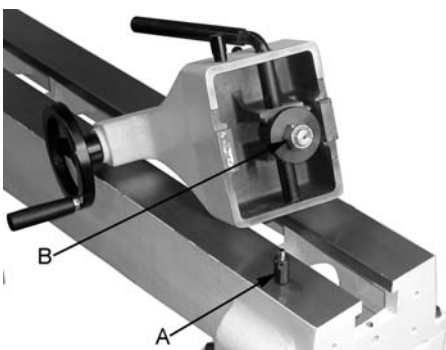

Рис. 20
- Повертайте маховик (R, рис. 20) за годинниковою стрілкою, аби висунути піноль, та затисніть фіксуючу рукоятку (Q).